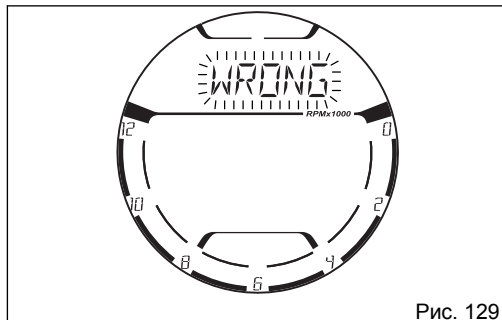

Рис. 129
Задав четвертую цифру и нажимая на кнопку (4) (Рис. 128), приборная панель проверяет, соответствует ли введенный код записанному в памяти коду. Если PIN-код неправильный, в течение 3 секунд мигает надпись «WRONG» (Рис. 129).